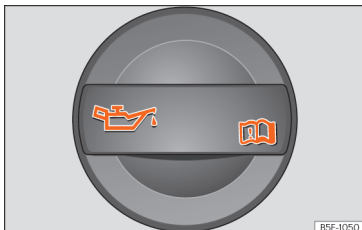

Abb. 318 Deckel der Motoröl-Einfüllöffnung im Motorraum
- Schrauben Sie den Deckel der Motoröl-Einfüllöffnung ab » **Abb. 318**.